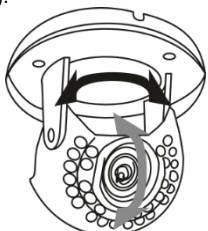

Рис. 4.
- Сориентируйте камеру, повернув видеомодуль от 0° до 360° по горизонтали и от 0° до 180° по вертикали (Рис. 4).